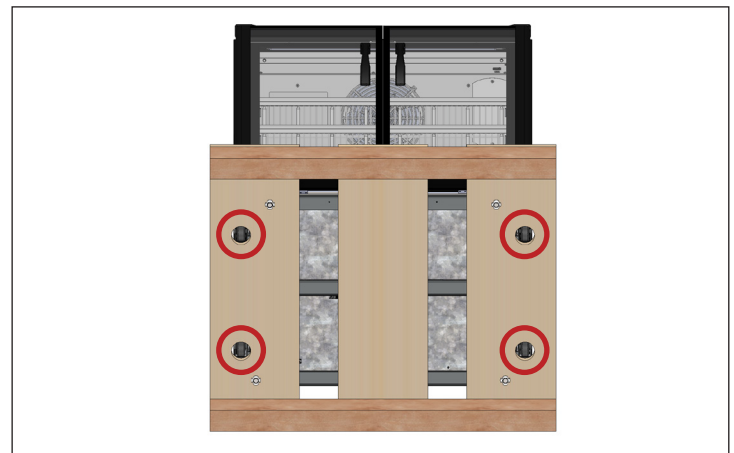

Fig. 2. Ejemplo de las ubicaciones de los pernos de transporte.
5. Retire todos los pernos de transporte que fijan la plataforma a la parte inferior del aparato. Véase la fig. 2.